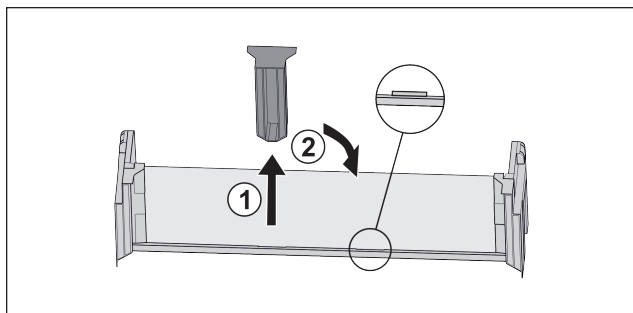

Fig. 76
- Stiahnite stredný prídržný diel Fig. 76 (1).
- Nasadte stredný prídržný diel do druhej pozície Fig. 76 (2).